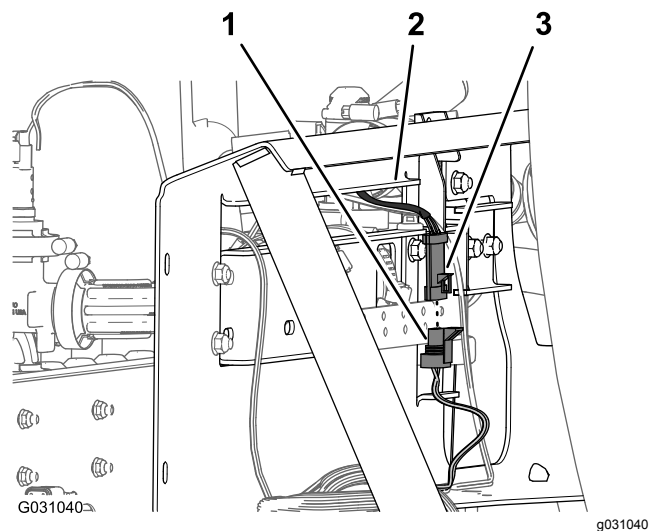

图 103
- 将搅拌阀线束的 3 针接头连接至标有**搅拌阀**的 203cm 线束支管的 3 插座接头(图 103)。